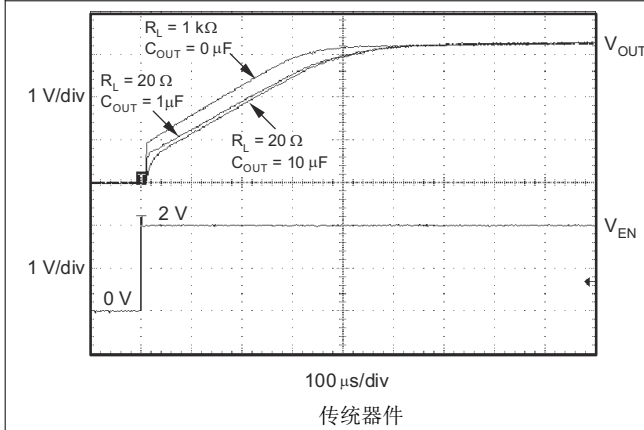

图 5-39. TPS73233 导通响应
使能引脚 (EN) 高电平有效并且与标准 TTL-CMOS 电平兼容。 $V_{EN}$  低于 0.5V (最大值) 会将稳压器关闭并将 GND 引脚的电流降至大约 10nA。当 EN 用来关闭稳压器时，导通晶体管的栅极电荷会被完全清除。 $V_{EN}$  高于 1.7V (最小值) 会打开稳压器，并且输出会斜升至稳定的  $V_{OUT}$  (请参阅 图 5-39)。